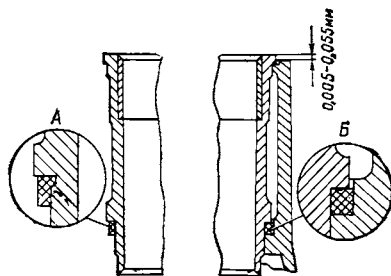

Рис. 14. Установка гильзы в цилиндр:
• Блок цилиндров двигателя из алюминиевого сплава. Цилиндры выполнены в виде съемных мокрых гильз, отлитых из серого чугуна. Уплотнение верхней части гильзы осуществляется зажимом бурта гильзы между блоком и головкой блока через прокладку, а нижней части — через резиновое кольцо из маслобензостойкой резины (рис. 14).